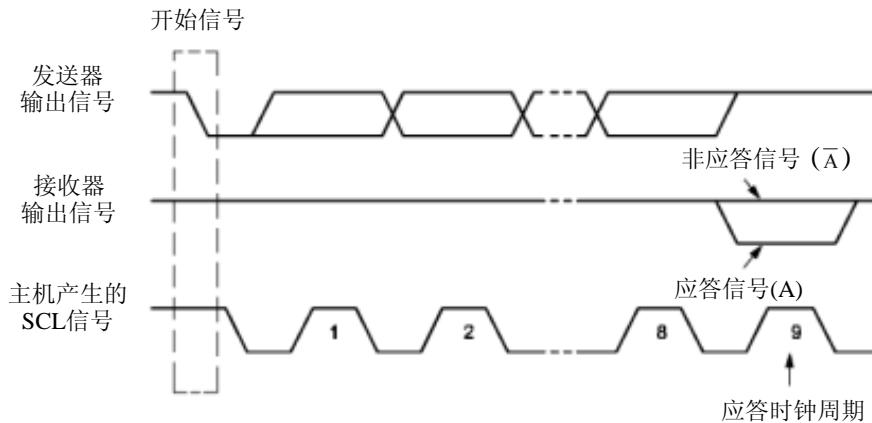

Figure 16-5 IIC 总线的应答信号
重新开始信号 (Repeated START): 在 IIC 总线上, 由主机发送一个开始信号启动一次通信后, 在首次发送停止信号之前, 主机通过发送重新开始信号, 可以转换与当前从机的通信模式, 或是切换到与另一个从机通信。如 Figure16-5 所示, 当 SCL 为高电平时, SDA 由高电平向低电平跳变, 产生重新开始信号, 它的本质就是一个开始信号。
应答信号 (A): 接收数据的 IIC 在接收到 8 位数据后, 向发送数据的 IC 发出的特定的低电平脉冲。每一个数据字节后面都要跟一位应答信号, 表示已收到数据。应答信号在第 9 个时钟周期出现, 这时发送器必须在这一时钟位上释放数据线, 由接收设备拉低 SDA 电平来产生应答信号, 由接收设备保持 SDA 的高电平来产生非应答信号 ( $\bar{A}$ ), 如 Figure16-5 所示。所以, 一个完整的字节数据传输需要 9 个时钟脉冲。如果从机作为接收方向主机发送非应答信号, 这样, 主机方就认为此次数据传输失败; 如果是主机作为接收方, 在从机发送器发送完一个字节数据后, 发送了非应答信号, 从机就认为数据传输结束, 并释放 SDA 线。不论是以上哪种情况都会终止数据传输, 这时, 主机或是产生停止信号释放总线, 或是产生重新开始信号, 开始一次新的通信。开始信号、重新开始信号和停止信号都是由主控制器产生, 应答信号由接收器产生, 总线上带有 IIC 总线接口的器件很容易检测到这些信号。